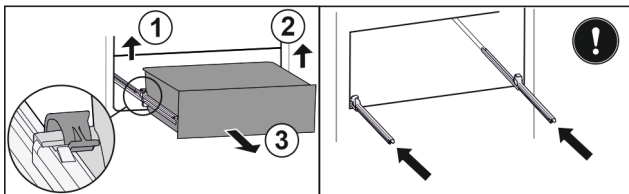

Fig. 27\*
- Linker klem optillen en gelijktijdig de lade links naar voren trekken Fig. 27 (1).\*
- Rechter klem optillen en gelijktijdig de lade rechts naar voren trekken Fig. 27 (2).\*
- Lade er naar voren uitnemen Fig. 27 (3).\*